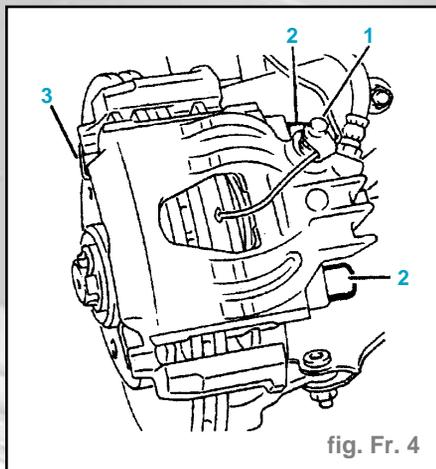

fig. Fr. 4
- Déposer (fig. Fr. 4) :
- les obturateurs (1),
- les vis (2),
- les ressorts (3).
- Reposer les vis (2) (fig. Fr. 4).
- Reposer le ressort (3) (fig. Fr. 4).